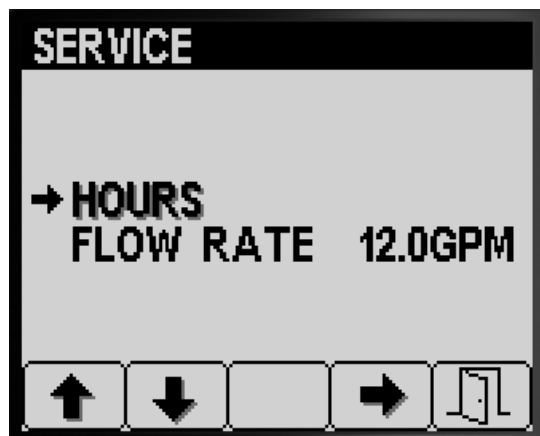

Figura 80
1. Prima o botão 1 ou 2 no ecrã Manutenção até encontrar a opção HORAS (Figura 80).
2. Prima o botão 4 para seleccionar a entrada Horas (Figura 80).